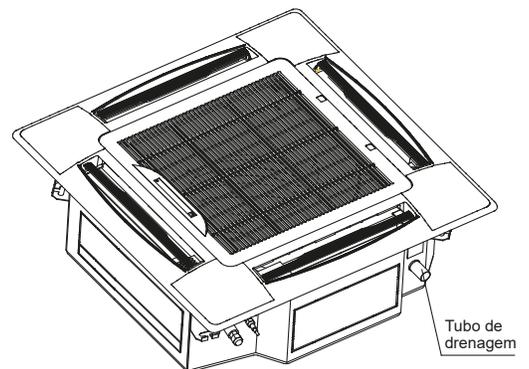

Fig. 4-9
- Ajuste a posição para assegurar que haja folga uniforme entre o corpo e os quatro lados do orifício no teto. A parte inferior do corpo deve ficar para dentro do teto entre 10 e 12 mm (consulte a Fig. 4-9).